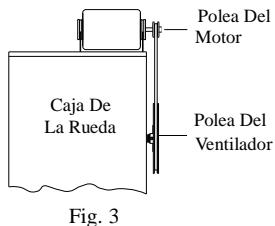

Fig. 3
- Instale la polea del motor.** Instale la polea ajustable del motor para que queda alineada con la polea del ventilador (véase fig. 3) y apriete el tornillo.